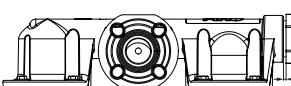

Abbildung 2
◆ Wenn der Stopfen (63) entfernt wird, 1 Zoll breites PTFE-Band auf dem Gewinde des Stopfens (63) anbringen. Das PTFE-Band 9 volle Umdrehungen um das Gewinde des Stopfens wickeln und den Stopfen (63) am Verteiler (60) oder (61) zunächst von Hand installieren. Danach mit einem Sechskantschlüssel 3,5" (89 mm) gemäß Bild 2 anziehen.